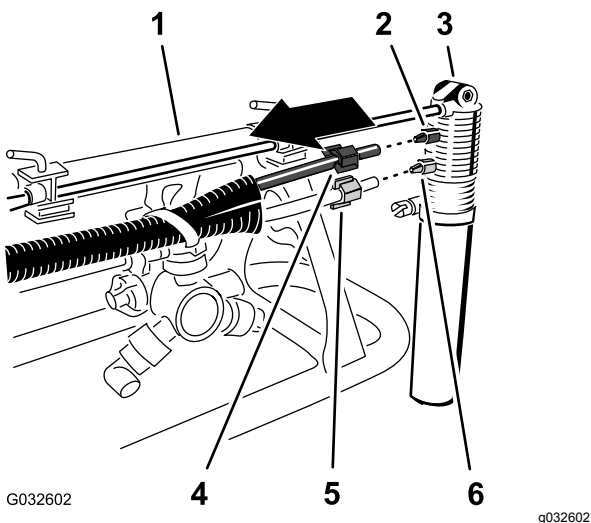

Рисунок 19
2. В месте расположения насадки пенного маркера ослабьте зажимную гайку, которая крепит синюю трубку (вода) к синему обжимному фитингу насадки пенного маркера (Рисунок 19).
- Ослабьте зажимную гайку, которая крепит прозрачную трубку (воздух) к белому обжимному фитингу насадки пенного маркера (Рисунок 19).
- Открутите зажимные гайки на концах трубок (Рисунок 19).